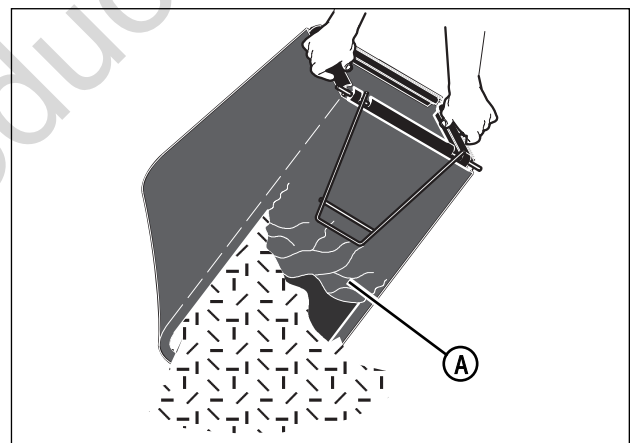

Figura 11: Vaciado de la bolsa de césped
3. Abra la tapa superior (A, Figura 11). Vacíe el césped de la bolsa de césped.